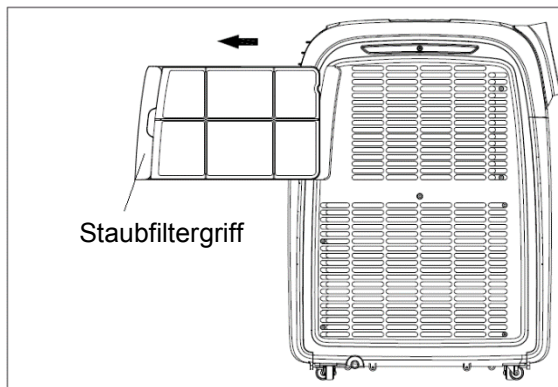

Abb. 4
- Bitte reinigen Sie den Staubfilter einmal alle zwei Wochen, um das Luftvolumen nicht zu beeinträchtigen. Ziehen Sie hierzu bitte den Staubfilter an der Seite des Gerätes mithilfe des Staubfiltergriffes heraus (siehe Abb. 4). Bitte reinigen Sie den Filter mit neutralem Reinigungsmittel und ca. 40°C warmen Wasser. Bitte waschen Sie alle Reinigungsmittelnrückstände ab und lassen Sie den Filter anschließend vollständig lufttrocknen bevor Sie ihn wieder in das Gerät einsetzen.